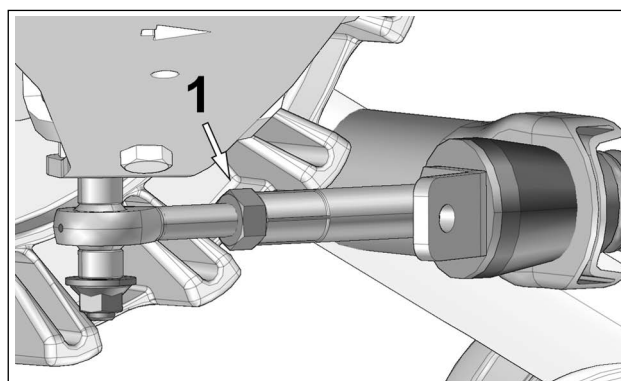

Figure 6
- Une fois le réglage atteint, resserrer le contre-écrou (1) à 40 Nm [30 lb•pi]. Voir la Figure 6.